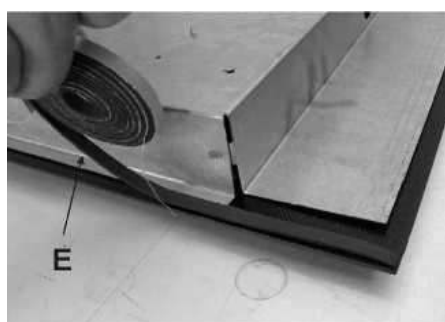

FIG.9
- Virar a placa e colocar corretamente a guarnição "E" (fig.9) debaixo do rebordo da placa, de modo que o lado externo da guarnição coincida perfeitamente com o bordo perimetral externo da placa. Os extremos das tiras devem coincidir sem se sobreporem.